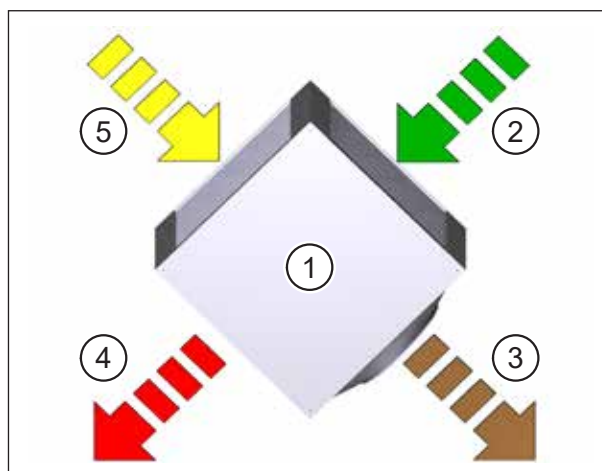

Fig. 9 : Principe de fonctionnement de l'échangeur thermique à plaques à courant croisé
L'air repris, aspiré (pos. 5 dans Fig. 9) de l'intérieur, est dirigé à travers les chambres de l'échangeur thermique à plaques à courant croisé (pos. 1 dans Fig. 9) et réchauffe ce dernier.
L'air repris refroidi est évacué vers l'extérieur en tant qu'air rejeté (pos. 3 dans Fig. 9).
En même temps, l'air neuf froid, aspiré (pos. 2 dans Fig. 9), est guidé par les chambres, séparées par l'air repris, de l'échangeur thermique à plaques à courant croisé et est ainsi réchauffé. Les chambres séparées empêchent que l'air neuf et l'air repris se mélangent.
L'air neuf réchauffé est amené à l'intérieur en tant qu'air fourni (pos. 4 dans Fig. 9).